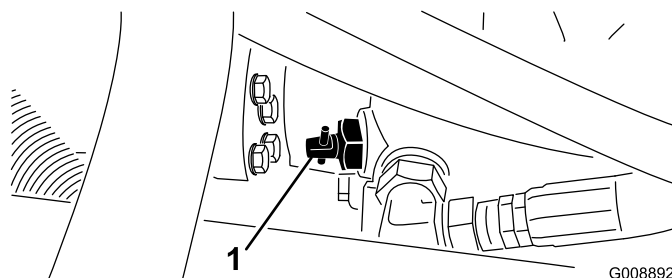

Figura 38
1. Girate la valvola di bypass, sulla pompa (Figura 38) a 90°.